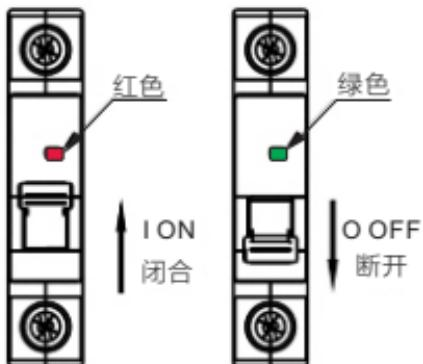

图2 NBP-80闭合、断开状态指示
5.1 安装使用前先检查断路器标志与所使用的工作条件是否相符；断路器闭合、断开状态指示如下图2